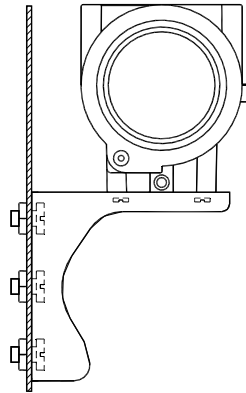

图2.2 弯支架盘装
**弯支架盘装**的典型安装方式如图 2.2 所示。用所提供的 4 个螺栓将变送器固定于盘装弯支架上，再通过 M10 螺栓(用户自备)将盘装弯支架固定于表盘上。